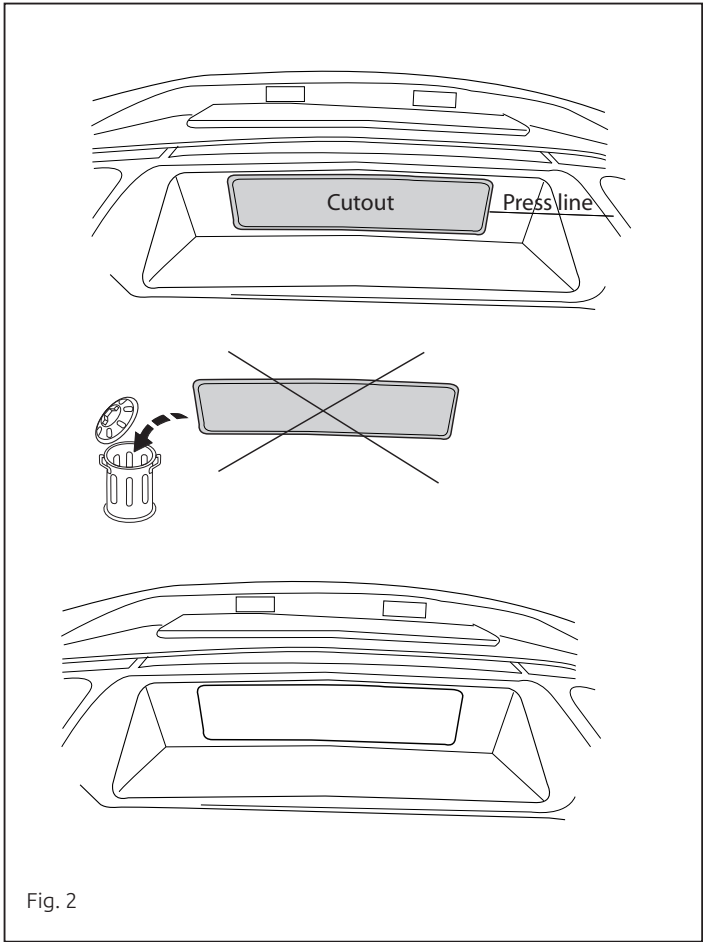

Fig. 2
4. **Внимание! При необходимости:** Выпилить обозначенные части, как указано на рис. 2.